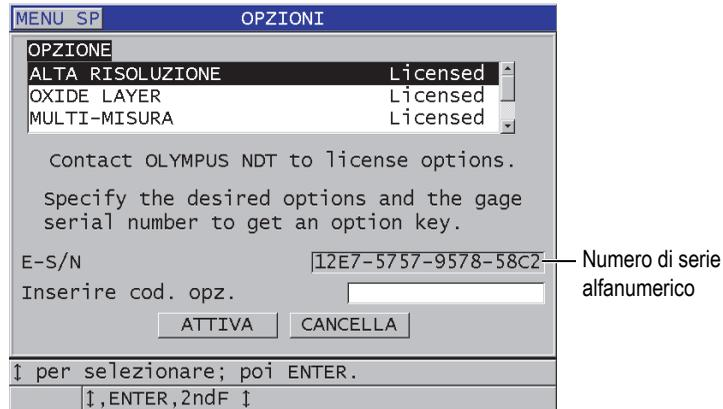

Figura 7-1 La schermata **OPZIONI** per l'attivazione delle opzioni software
3. Nella schermata **OPZIONI** (vedere Figura 7-1 a pagina 109), annotare il numero di serie alfanumerico di 16 cifre presente nel campo **Num. Seriale**.
5. Nella schermata **OPZIONI** (vedere Figura 7-1 a pagina 109):